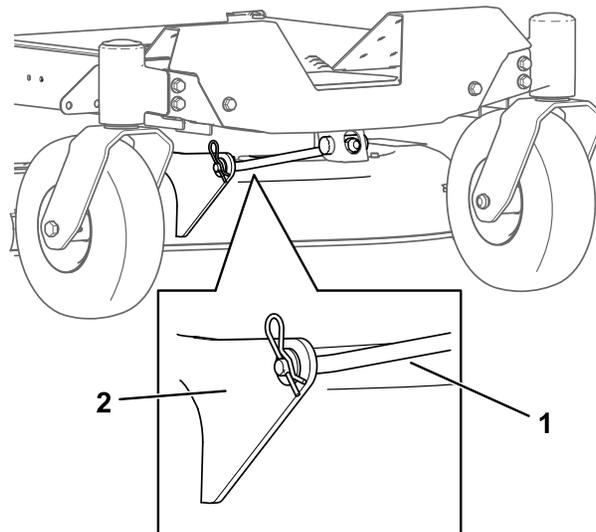

**Figura 73**
- 1. Gire la tuerca de ajuste en la parte delantera del cortacésped (Figura 73).